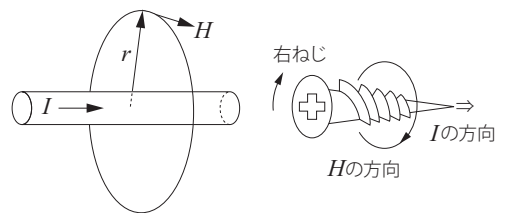

図8 導体に流れる電流による磁界
3-3 磁界^{*5} 図8に示すように電流 I が流れている導体の周囲には磁界が発生する。右ねじを回転させたとき、ねじの進む方向に電流を流すとねじの回転する向きに磁界が発生する (右ねじの法則)。導体の中心から半径 r の点の磁界 H [A/m] は式 (8) で求められる (付録5を参照)。